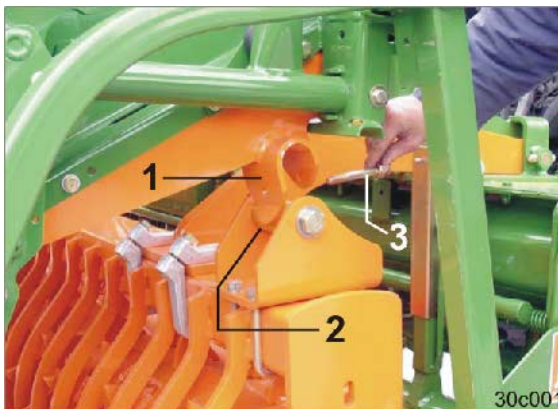

Fig. 92
3. Optag med fanganordningerne (Fig. 92/1) lejbøsningerne (Fig. 92/2).
5. Fastgør forbindelsen med skruer (Fig. 92/3).